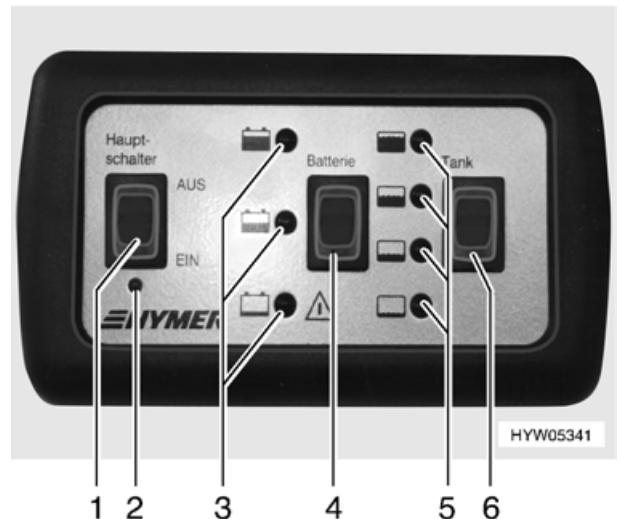

Bild 64 Panel (Moving/Autark-Paket)
Der Elektroblock arbeitet nur in Verbindung mit dem Panel (Bild 64).
Der 12-V-Hauptschalter (Bild 64,1) schaltet die 12-V-Versorgung des Wohnraums ein und aus.
- Wippschalter (Bild 64,1) unten drücken: die 12-V-Versorgung des Wohnraums ist eingeschaltet. Kontroll-Leuchte (Bild 64,2) leuchtet grün.
- Wippschalter (Bild 64,1) oben drücken: die 12-V-Versorgung des Wohnraums ist ausgeschaltet. Kontroll-Leuchte (Bild 64,2) erlischt.
Mit dem Wippschalter "Batterie" (Bild 64,4) kann der Ladezustand der Wohnraumbatterie abgefragt werden.
- Wippschalter drücken. Rote, gelbe oder grüne Kontroll-Leuchte (Bild 64,3) leuchtet.
Mit dem Wippschalter "Tank" (Bild 64,6) kann der Füllstand des Frischwassertanks abgefragt werden.
- Wippschalter (Bild 64,6) drücken: eine der Kontroll-Leuchten (Bild 64,5) leuchtet.